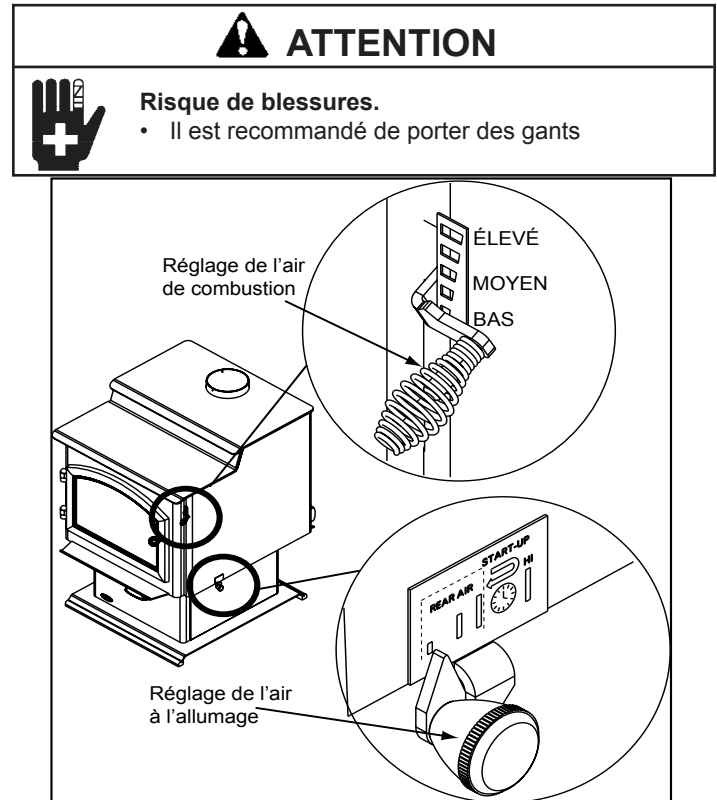

Figure 9.1
Ceci garantira un feu aussi propre que possible. Si les flammes s'éteignent, le taux de combustion est réglé à un niveau trop bas pour entretenir la combustion. Le réglage d'air situé dans l'angle supérieur droit sert à régler le taux de combustion. Il est appelé réglage de l'air de combustion. **Figure 9.1**
Cette admission d'air est située en haut sur l'avant de la boîte à feu, près du bord supérieur de la porte vitrée. Cet air préchauffé fournit l'oxygène nécessaire au mélange des gaz non brûlés pour créer une deuxième, troisième et quatrième combustion. Cet air est régulé par le réglage de l'air de combustion. Lorsque la commande est déplacée vers le haut, elle est sur le réglage maximum. Si elle est déplacée vers le bas, elle est sur le réglage minimum. **Figure 9.1**
Ouvrez entièrement les systèmes de réglage de l'air de combustion et de l'ACC. Pour le Réglage de l'air de combustion, poussez la poignée à ressort vers le haut. Pour le système de minuterie de l'ACC, poussez le bouton vers l'arrière de l'appareil jusqu'à ce qu'il soit situé sous la position élevée. **Figure 9.1**
Afin de maximiser la sortie de chaleur par le système de minuterie ACC, aussi connu comme brûlage élevé, poussez le levier de commande du réglage de l'air de l'ACC vers l'arrière de l'appareil et laissez-le ainsi. Ceci, combiné avec le levier principal du taux de combustion poussé vers le haut à la position la plus élevée, vous obtiendrez la plus grande quantité d'air nécessaire à obtenir la plus grande quantité de chaleur. **Figure 9.1**
- Activez ensuite le système de minuterie ACC en poussant le bouton en position élevée, complètement vers l'arrière de l'appareil, puis ramenez-le vers l'avant de l'appareil jusqu'à ce que le bouton s'arrête (**Figure 9.1 à la page 9**).